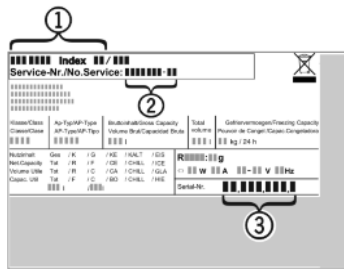

Fig. 12
- ▶ Z typového štítku odčítajte označenie zariadenia Fig. 12 (1), servisné č. Fig. 12 (2) a sériové č. Fig. 12 (3). Typový štítok je na ľavej vnútornej strane zariadenia.
- ▶ Upovedomte zákaznícky servis a oznámte chybu, označenie zariadenia Fig. 12 (1), servisné č. Fig. 12 (2) a sériové č. Fig. 12 (3).